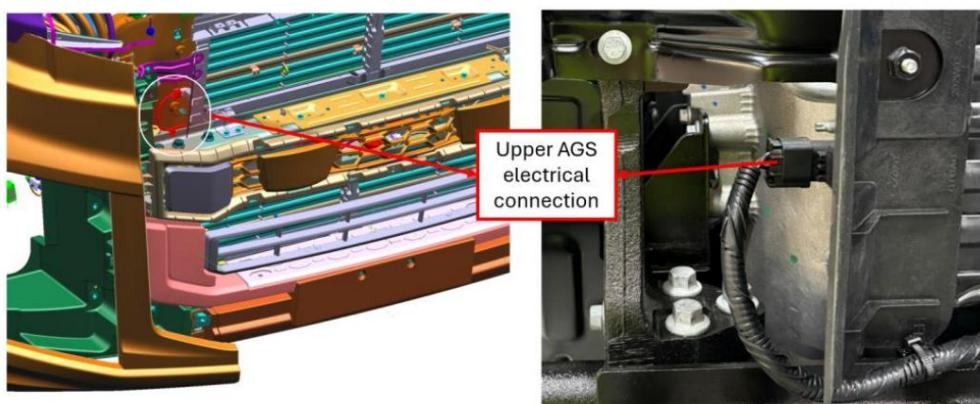

Figure 6 : Débranchez les connexions électriques de l'AGS supérieur en retirant les prises.
10. Appuyez sur les languettes du connecteur AGS et retirez-le. (Figure 6)